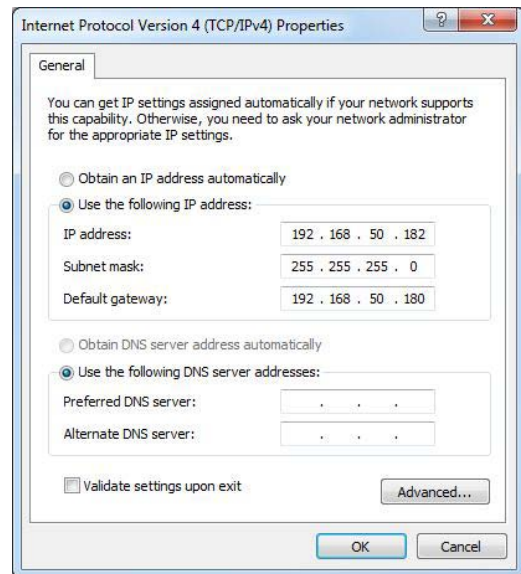

Abbildung 50: TCP/IPv4 Einstellungen
- Wählen Sie "Folgende IP-Adresse verwenden:" und geben Sie folgende Werte ein (siehe Abbildung 50):